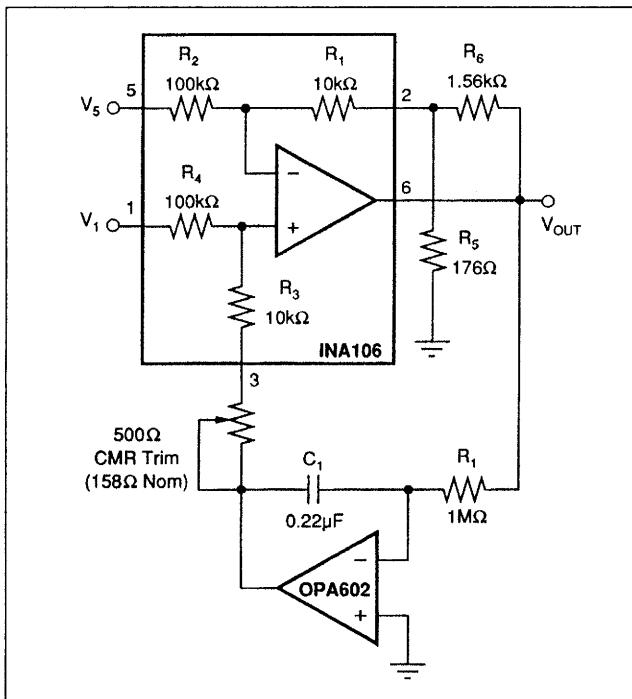

図3. INA106にDC再生回路を付加した、±100V差動アンプ
図3に、DC再生回路を付加したINA106の最も単純な回路を示します。INA106の標準的なゲイン10の構成を逆にして用いています。100kΩおよび10kΩの抵抗が入力に11:1の分圧器を形成するため、pin 1および5の±100Vが、オペアンプの入力では±10V以下になります。R5とR6のネットワークは、全体の伝達関数がユニティ・ゲインになるよう帰還ゲインを与えています。INA106の高精度な抵抗のマッチングがR5およびR6のネットワークによって崩れるため、この回路ではCMRとゲインの両方を調整することが必要です(図の例ではCMR調整のみ)。
注：(1) 逆接続です。図3、4、5を参照して下さい。(2) ゲインは1~1000十の範囲で調整が可能です。雑音および帯域幅はゲインの設定に依存します。INA103は、最も低雑音で($1nV/\sqrt{Hz}$ 、ゲイン=1000)、最も高い帯域幅を備えています(6MHz、ゲイン=1)。INA102は、低消費電力です(750μA、最大値)。INA110は、FET入力です($I_b = 50pA$ 、最大値)。INA101は、最も低ドリフトです(0.25μV/°C、最大値)。INA120は、ゲイン=1、10、100、1000用の内部抵抗をもつ低IQのINA101です。(3) 標準的計測アンプの同相モード入力範囲は、±10Vの V_{out} に対して約±7Vしかありません。